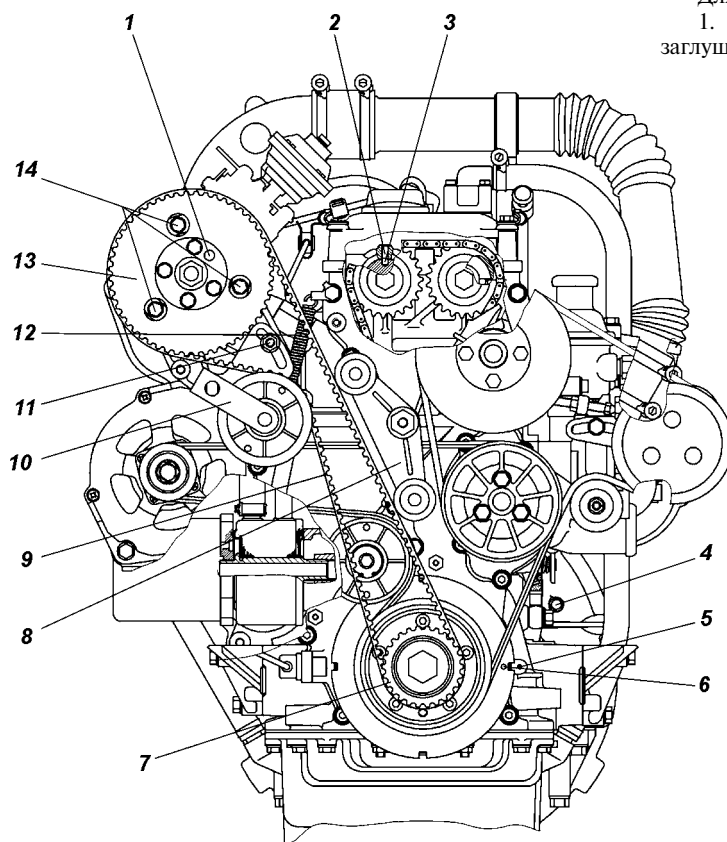

Рис. 4.75. Расположение меток и отверстий под штифты для замены ремня привода ТНВД:
1. Снять кожухи ремня привода ТНВД и вынуть заглушку отверстия 4 (рис. 4.75) блока цилиндров.
7.1. Ослабить болты 14 (см. рис. 4.75) крепления ТНВД к передней опоре и гайку с болтом крепления ТНВД к задней опоре.
8. Если корректировка установки ТНВД не проводилась, проверить крепление ТНВД к переднему кронштейну (болты 14, см. рис. 4.75) и задней опоре. Ослабление креплений не допускается.
6. Ослабить гайку крепления ТНВД к задней опоре 11 (см. рис. 4.6) и болты 14 (см. рис. 4.75) крепления ТНВД к переднему кронштейну и зафиксировать насос в среднем положении относительно пазов в кронштейне, при этом болты не затягивать.